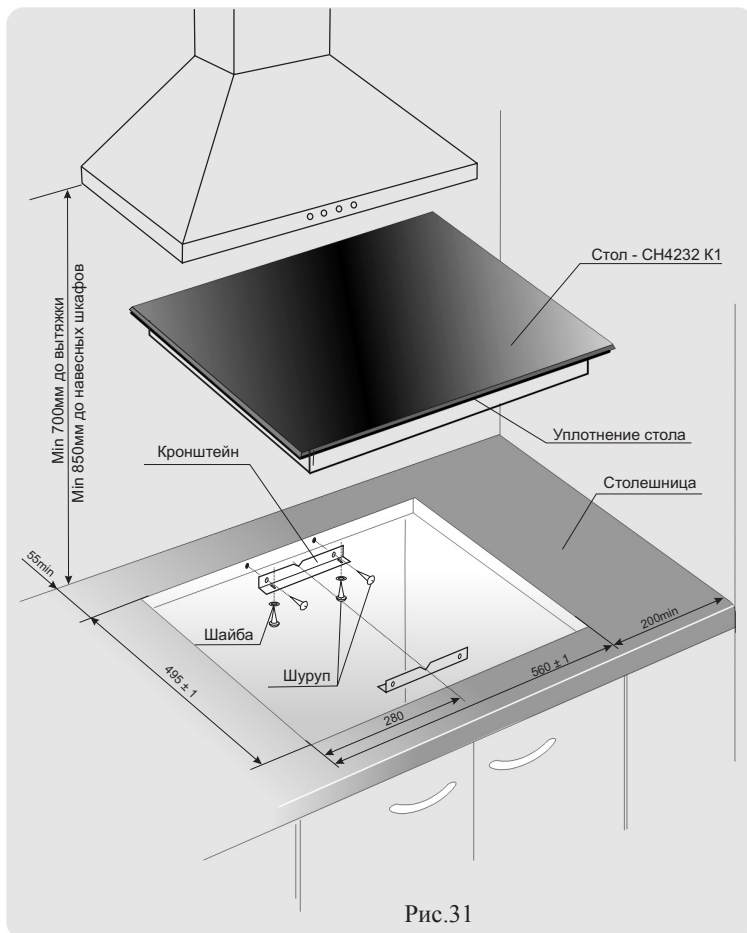

Рис.31
1. Точно разметить на столешнице контур проема под встраиваемый стол (рис.31).